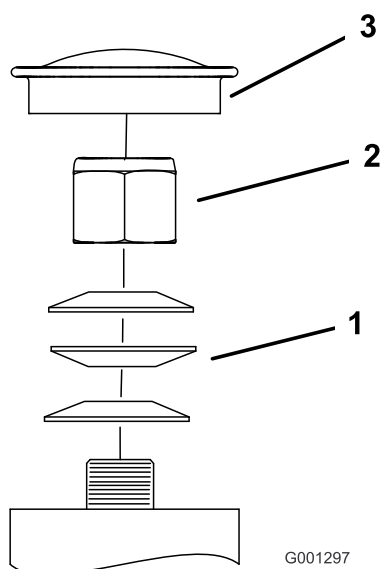

Figura 74
3. Retire o tampão antipoeira da roda e aperte a porca de bloqueio (Figura 74).
4. Aperte a porca de freio até que as anilhas de mola estejam planas e, em seguida, recue 1/4 de volta para aplicar devidamente a pré-carga nos rolamentos (Figura 74).
Importante: Certifique-se de que as anilhas de mola estão corretamente montadas como se mostra na Figura 74.
5. Instale o tampão antipoeira (Figura 74).